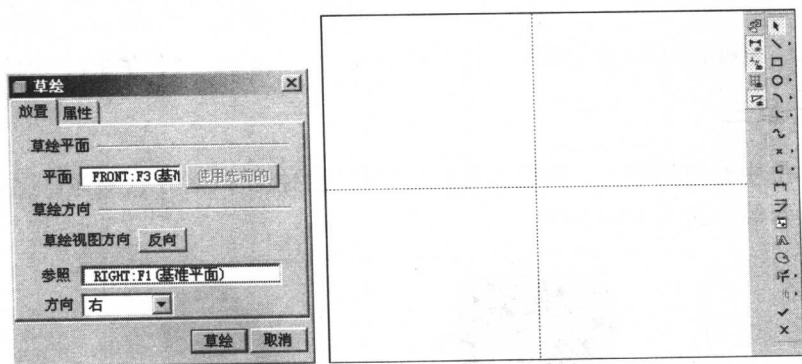

图 1-26 “草绘”对话框和草绘环境
(1) 启动 Pro/ENGINEER Wildfire 3.0 中文版后,创建“dalun.prt”零件文件。
(2) 在“模型树”中单击选择 FRONT (前视基准平面),然后单击“草绘工具”按钮,打开“草绘”对话框,在“草绘”对话框中单击“草绘”按钮,进入草绘环境,如图 1-26 所示。